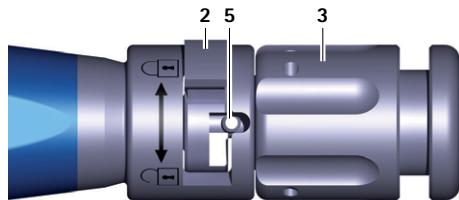

Fig. 4 Vista ingrandita strumento inseritore, impianto di prova/impianto serrato
- ▶ Ruotare il dado girevole **3** dello strumento inseritore **A** in senso orario (direzione "back"), finché l'impianto di prova non è serrato saldamente, vedere Fig. 4.
- ▶ Ruotare il dado girevole **3** sullo strumento inseritore **A** in senso orario (direzione: “back”), finché l'impianto non è serrato, vedere Fig. 4.